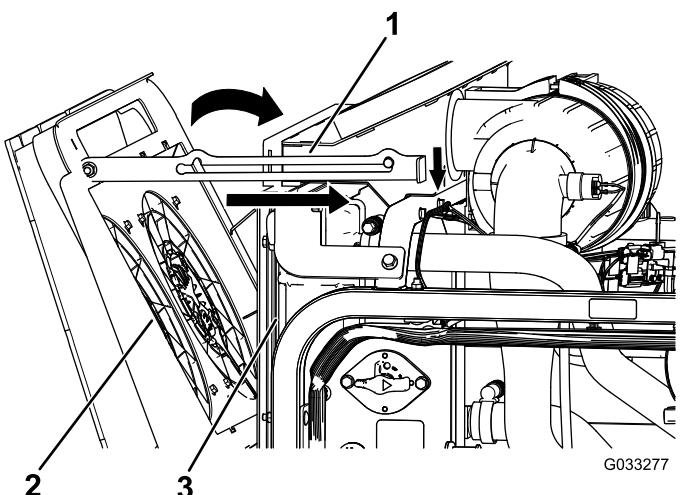

Bild 87
4. Drehen Sie die Kühlventilatoren des Motors nach vorne und arretieren Sie die Stützstange in der Kerbe (Bild 87).